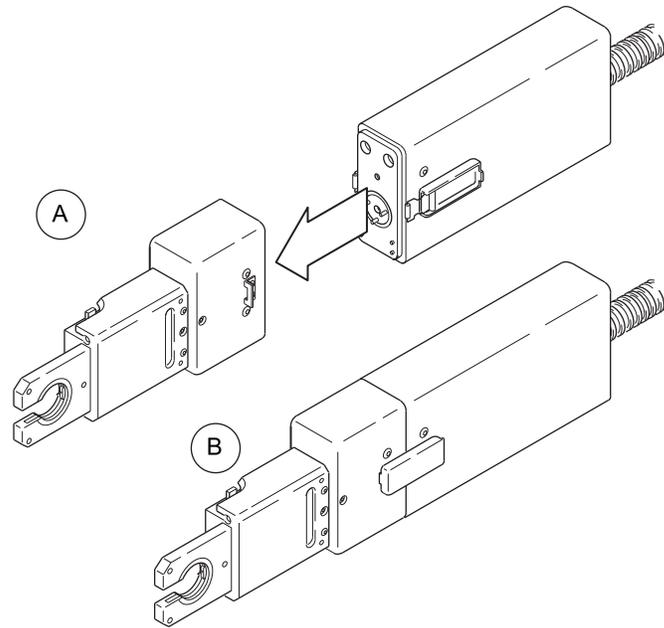

図6：ウェルド・ヘッドとモーター・モジュールを接続する
4. マイクロ・ウェルド・ヘッドをモーター・モジュールにしっかりと押し込み、両側にある2個のラッチでアセンブリーを固定します [図6 (A) および (B)]。